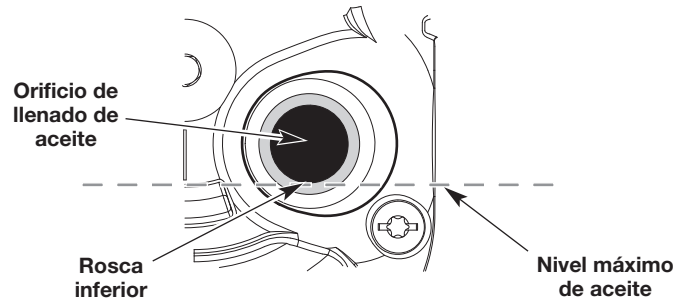

Fig. 26
5. Observe el interior del orificio de llenado de aceite; use una linterna si es necesario. **El nivel de aceite sólo debe tocar la rosca inferior del orificio de llenado de aceite** (Fig. 26).